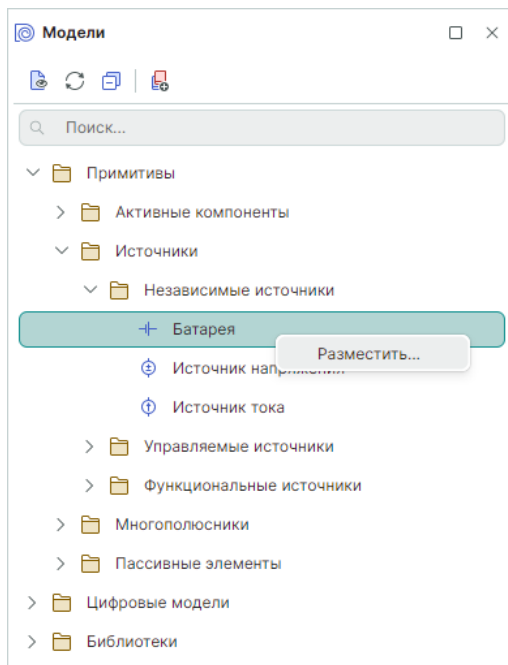

Рис. 64 Добавление элемента на схему
1. В панели «Модели» вызвать контекстное меню выбранного объекта, нажать «Разместить» (Рис. 64) и разместить объект на схеме.